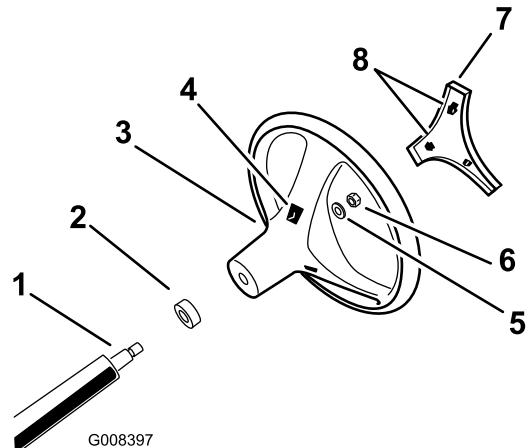

Figura 3
- Attraverso le aperture sul retro del volante, sganciate le linguette di bloccaggio del coperchio centrale e togliete il coperchio dal volante (Figura 3).
2. Togliete il dado di bloccaggio e la rondella dal piantone dello sterzo (Figura 3).
- Allineate il volante sulle scanalature del piantone (Figura 3).
- Montate la rondella e il dado di bloccaggio del piantone dello sterzo (Figura 3).
- Allineate le linguette del coperchio centrale alle aperture nel volante e premete il coperchio sul volante finché le linguette di bloccaggio non scattano in posizione (Figura 3).